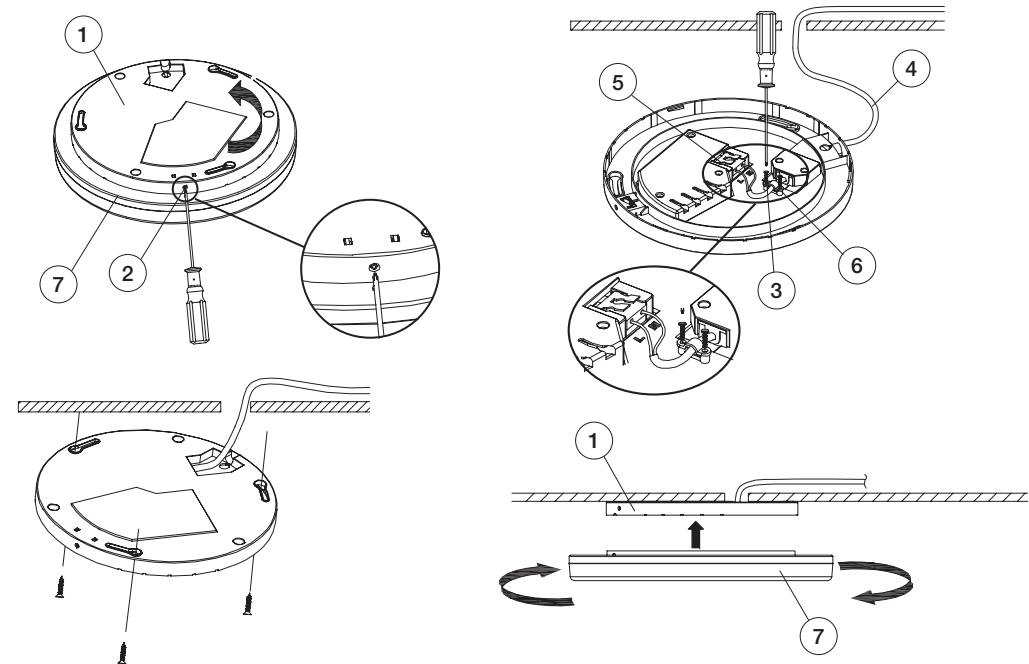

Fig. 1
- a. Rimuovere l'ingresso cavo sul bordo della plafoniera con utensile adeguato (Fig.1).
- c. Fissare il supporto (1) a parete/soffitto tramite viti e tappi ad espansione (non forniti in dotazione) in prossimità del termine della canalina.
- d. Inserire la plafoniera (7) nel supporto (1) e ruotare in senso orario fino a fine corsa.